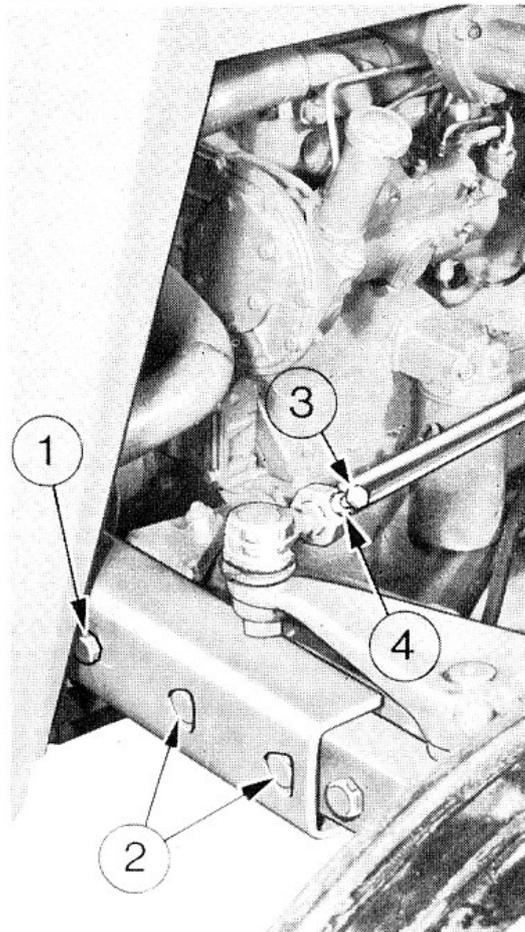

FIG. 32
2. (Fig. 32). Déposer les 3 boulons (1 et 2) et écrous de chaque côté.
3. Déposer le boulon (3) et le contre-écrou (4) de chaque côté.